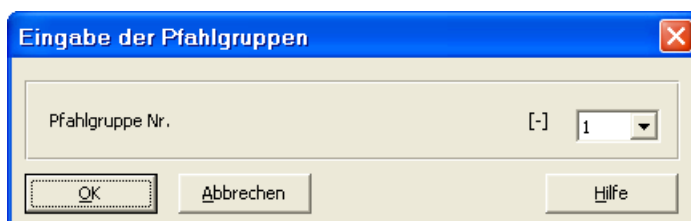

Bild 12-18 Dialogbox "Eingabe der Pfahlgruppen"
- Die Dialogbox "Eingabe der Pfahlgruppen" (Bild 12-18) erscheint. Hier klicken Sie auf "OK"